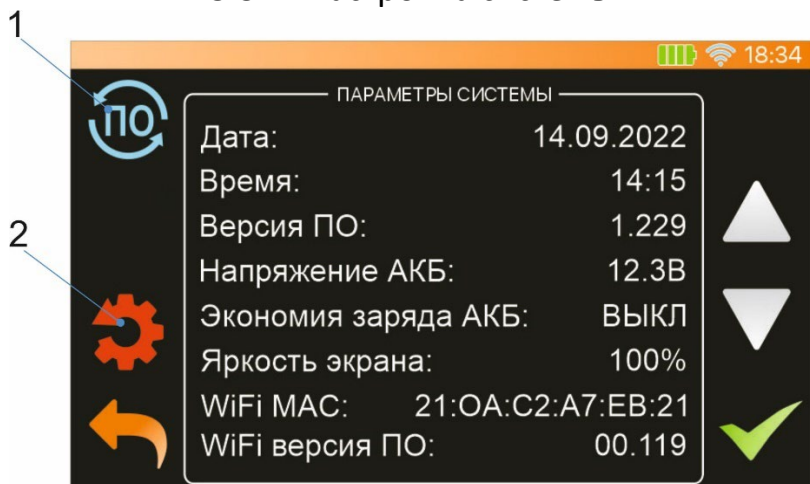

Рисунок 5.15 – Настройка системы
Производитель постоянно работает над улучшением ПО (программного обеспечения) и добавлением новых функций. При выходе новой версии ПО в меню «НАСТРОЙКИ СИСТЕМЫ» появляется иконка «ОБНОВЛЕНИЕ ПО» (Рис.5.15, поз.1).
2. Зайдите в меню «НАСТРОЙКИ СИСТЕМЫ» и нажмите иконку «ОБНОВЛЕНИЕ ПО» (Рис.5.15, поз.1).
Для сброса инкубатора к заводским настройкам необходимо нажать на иконку «СБРОС К ЗАВОДСКИМ НАСТРОЙКАМ» (Рис.5.15, поз.2) и подтвердить свой выбор.